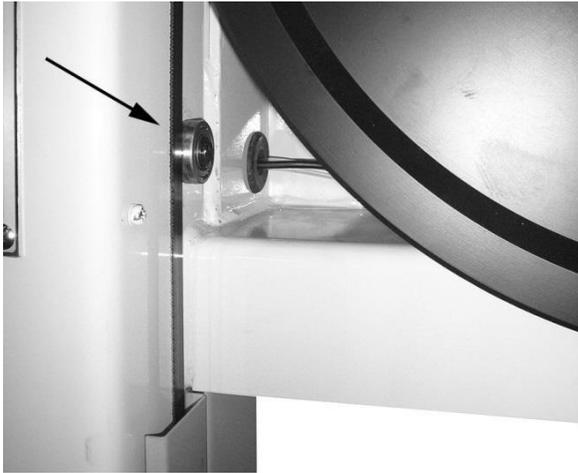

Figure 11
7. Vérifier que la lame se trouve contre le roulement à billes (Figure 11), pas derrière.